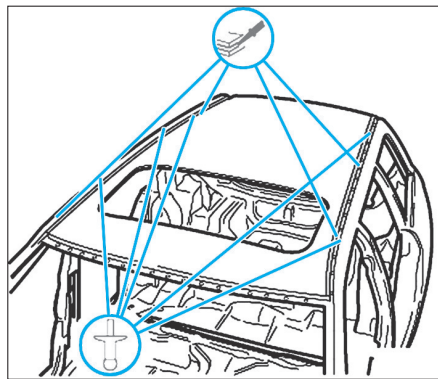

FIG. 34
- Appliquer une couche d'enduit d'étanchéité de 2 mm au niveau du canal d'étanchéité (Fig.34).